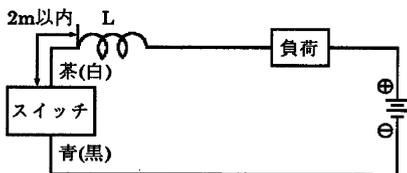
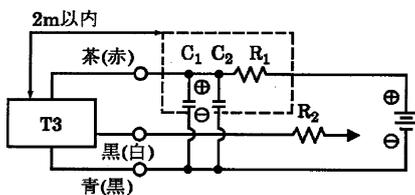

図5 ● チョークコイル
図7
- リード線配線長が10mを越える場合は、図5、6(T2Y※の場合)、図7(T3Y※の場合)に示す保護回路を必ず設けてください。